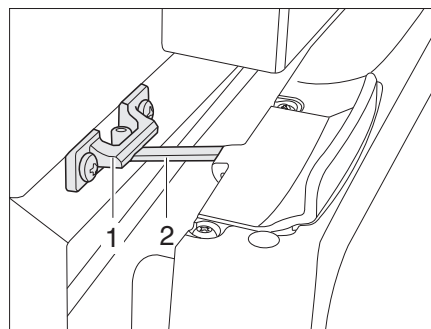

Fig. 148 Porte du réfrigérateur en position de ventilation (Thetford)
- Ouvrir le verrouillage (Fig. 148,2) et l'enclencher dans le logement de verrouillage (Fig. 148,1). La porte du réfrigérateur reste ainsi légèrement ouverte.